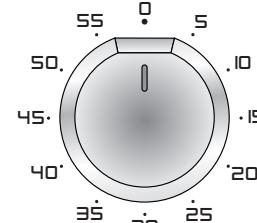

Fig. 5.1
**120'** (fig. 5.1, 5.2)
Il contaminuti è un avvisatore acustico a tempo che può essere regolato per un periodo massimo di 60 oppure 120 minuti. La manopola di regolazione (fig. 5.1, 5.2) deve essere ruotata in senso orario fino alla posizione 60 o 120 minuti e poi posizionata sul tempo desiderato ruotandola in senso antiorario.